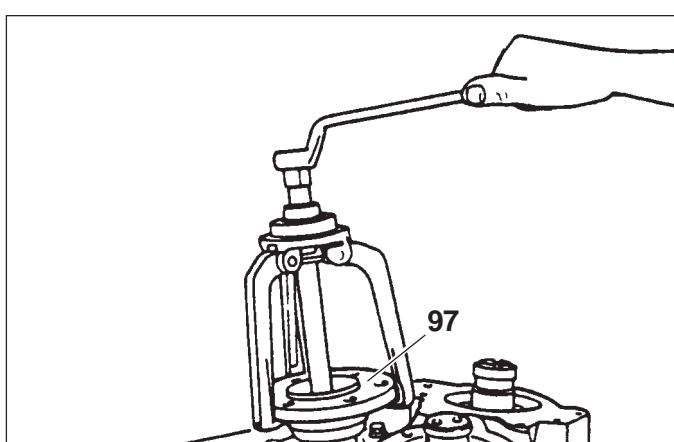

Fig. 11
- 12) Svitare la vite (93) e togliere la rosetta (92), la rondella (91), è scalettare la flangia (97) (Fig.11).
- 12) Unscrew screw (93) remove washer (92), disc (91), than drive off output flange (97) from output shaft (Fig.11).